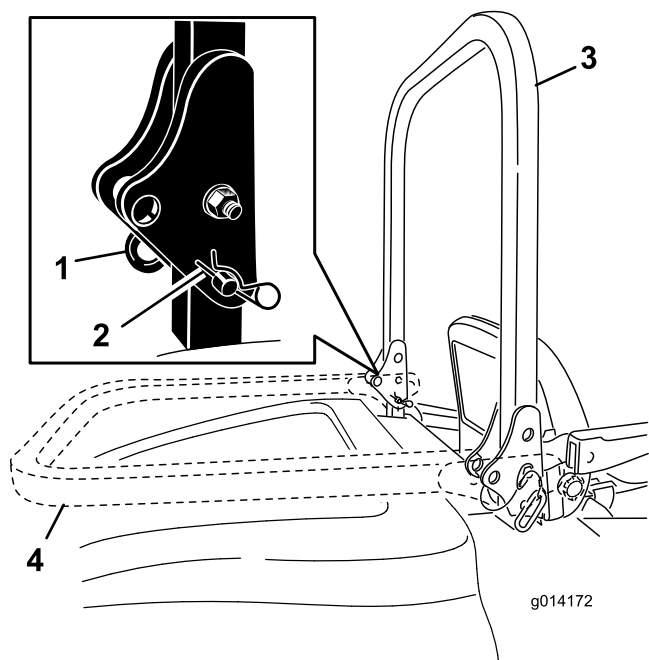

Figure 10
1. Pour abaisser l'arceau de sécurité, retirez les goupilles fendues, poussez l'arceau de sécurité contre les ressorts et retirez les deux goupilles (Figure 10).
- Descendez l'arceau de sécurité à la position abaissée (Figure 10).
- Posez les deux axes et fixez-les avec les goupilles fendues (Figure 10).
- Pour relever l'arceau de sécurité, retirez les goupilles fendues puis les deux axes (Figure 10).
- Relevez complètement l'arceau de sécurité puis insérez les deux axes et fixez ces derniers avec les goupilles fendues (Figure 10).